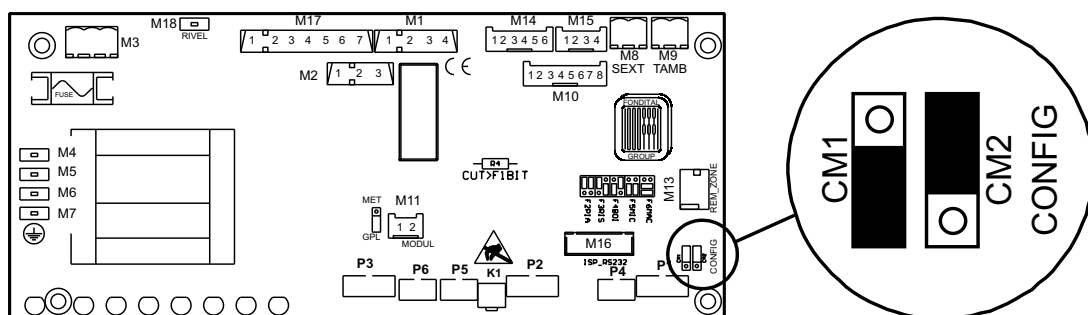

рис. 5
- на плате котла поставить перемычки **CM1** и **CM2** в положение **F4BOI** (рис. 5);